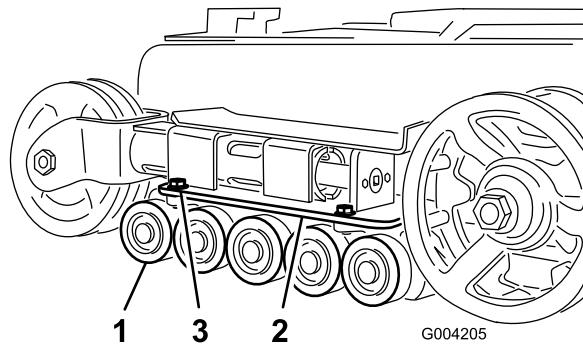

Figura 48
- Rimuovere i 4 bulloni che fissano ciascuna guida inferiore dei cingoli che contiene le ruote non motrici e rimuoverle (Figura 48).